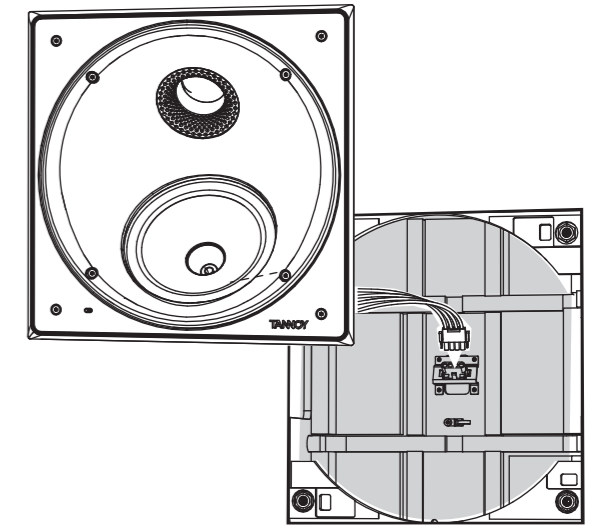

Fig. 6. Connecting the speaker wiring to the back can
4. L'assemblage du haut-parleur peut maintenant être connecté à l'arrière du boîtier à l'aide de quatre vis, comme illustré. Veillez à ne pas coincer ou pincer le câblage des haut-parleurs, vos doigts ou vos attaches (Fig. 6).